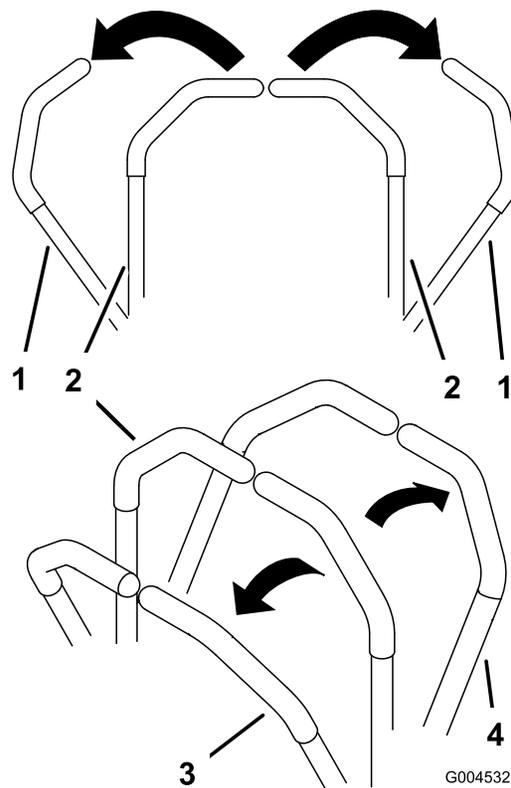

Bild 13
2. Schieben Sie für das Vorwärtsfahren die Fahrtriebsschabel langsam vorwärts (Bild 13).
Wenden Sie zum Geradeausfahren auf beide Fahrtriebsschabel denselben Druck an (Bild 13).
Verringern Sie zum Wenden den Druck auf den Fahrtriebsschabel an der Seite, in deren Richtung Sie wenden möchten (Bild 13).
2. Ziehen Sie zum Rückwärtsfahren die Fahrtriebsschabel langsam nach hinten (Bild 13).